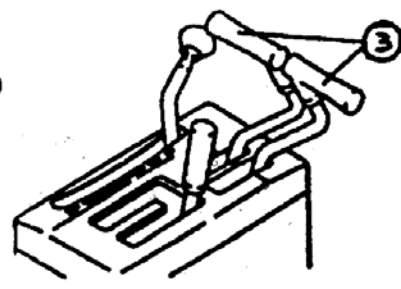

Рис. 2-6.
2.2.1.3 Рычаг рулевого управления (3) (Рис. 2-6)